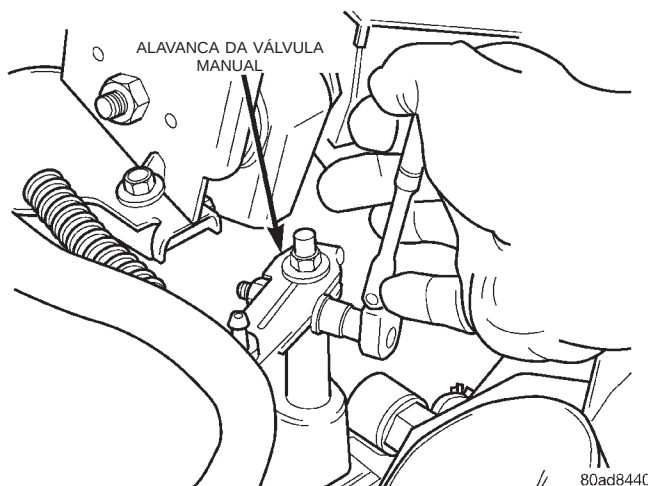

Fig. 12 Alavanca da Válvula Manual (Alavanca de Mudança)
(2) Solte o parafuso de montagem da alavanca (Fig. 12). Não remova o parafuso (não é necessário).
(3) Levante a alavanca e remova.